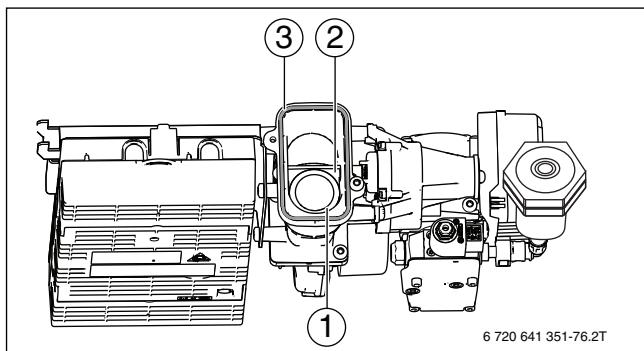

Bild 88 Dichtungen Brennergehäuse-Unterteil
- Im Gehäuse-Unterteil ist die Luftklappe (→ Bild 88, [1]) mit Dichtungen (→ Bild 88, [2], [3]) sichtbar.